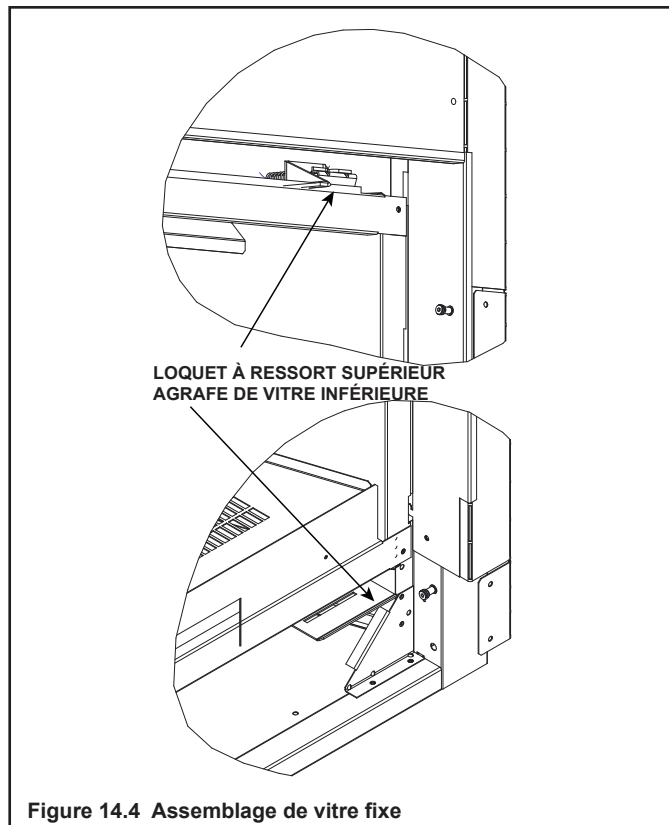

Figure 14.4 Assemblage de vitre fixe
3. Utilisez vos deux index pour dégager les loquets à ressort. Voir la Figure 14.4.
4. Exercez de la pression sur la vitre en la laissant descendre sur les agrafes inférieures de la vitre. Voir la Figure 14.4.